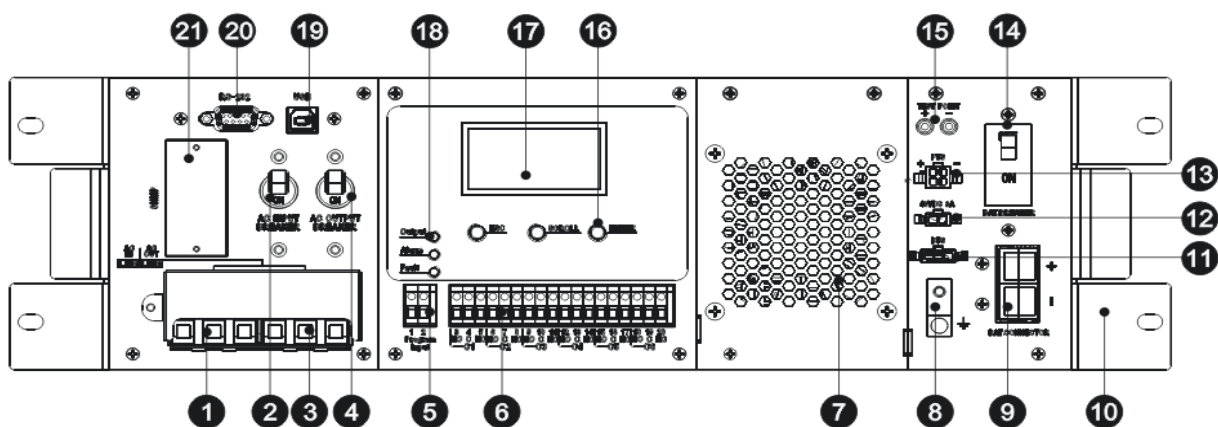

Рис.1 Лицевая панель.
Вид лицевой (передней) панели ИБП с органами подключения, управления и индикации показан на рис.1
1. Включить батарейный автомат на передней панели ИБП (поз.14 рис.1). Включатся вентилятор и все индикаторы лицевой панели, станет активным дисплей и отобразит экран загрузки.
2. Включить входной автомат на передней панели ИБП (поз. 2 рис.1). После проверки корректности входного напряжения и внутреннего тестирования на экране появится начальная страница с информацией о дате, модели ИБП, величине выходного напряжения и мощности нагрузки (в процентах от номинальной).
Выключить входной автомат ИБП (поз. 2 рис.1). На экране дисплея отобразится **BATTERY**, и индикатор **OUTPUT** будет мигать, отображая режим работы ИБП от батарей.
Включить входной автомат ИБП (поз. 2 рис.1). После проверки корректности входного напряжения ИБП перейдет в режим работы от входного напряжения и индикатор **OUTPUT** будет гореть постоянно.